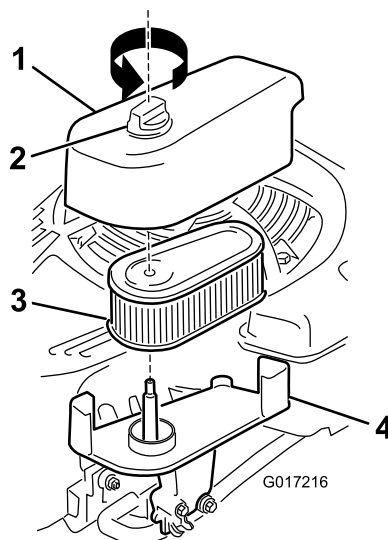

Figura 31
1. Desaperte o fixador e retire a cobertura do filtro de ar (Figura 31).